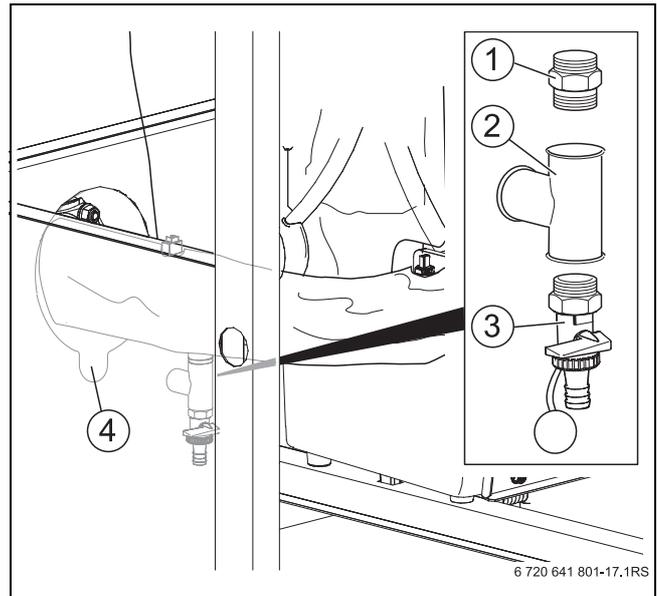

Рис. 17 Подключение расширительного бака
Для защиты котла на трубе обратной линии устанавливается расширительный бак (дополнительное оборудование) согласно EN 12828. Для этого на обратной линии нужно смонтировать тройник и двойной ниппель (→ рис. 17, [2] и [1], стр. 18).
- Демонтируйте сливной кран на обратной линии. (→ рис. 17, [3], стр. 18).